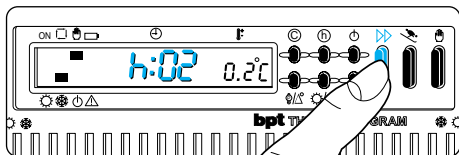

Fig. 24
9.1 - Premere il pulsante  (fig. 24).
9.3 - Premere il pulsante  (fig. 24) sino a che